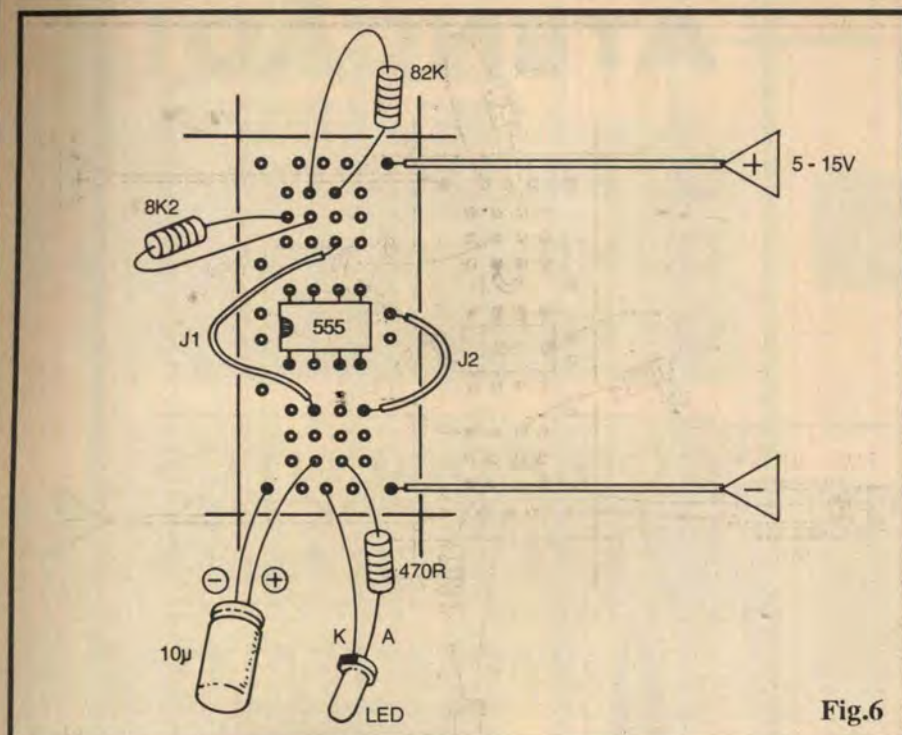

Fig.6
**- FIG. 6 - O "CHAPEADO" DO ASTÁVEL SOBRE A PLACA PADRÃO...** - A plaquinha padronizada, pelo seu lado não cobreado, com as peças devidamente posicionadas... De novo lembramos que a disposição aparentemente "largada", deitada, dos componentes, e aqueles terminais deixados longos, apenas se deve a um "truque" visual destinado a facilitar ao máximo o entendimento do principiante... Na verdade, na montagem *real*, os componentes devem ficar bem rentes à placa, com terminais tão curtos quanto possível... Atenção à orientação do Integrado, polaridade do capacitor eletrolítico (e também da alimentação...), e não esquecer dos dois *jumpers* (pedaços de fio fino isolado, entre pontos específicos da placa...) codificados como J1 e J2... Referenciar **cuidadosamente** cada furo realmente utilizado, usando como gabarito visual a **FIG. 2**, quando surgirem dúvidas... Conferir tudo ao final, e então cortar, pelo lado cobreado, as eventuais "sobras" das "pernas" de componentes e pontas de fio... Tudo em ordem, é só aplicar a alimentação (pilhas, bateria ou fonte...) e observar o ritmo (muito próximo de *um pulso luminoso por segundo*...) sinalizado pelo LED em lampejos nítidos e constantes...